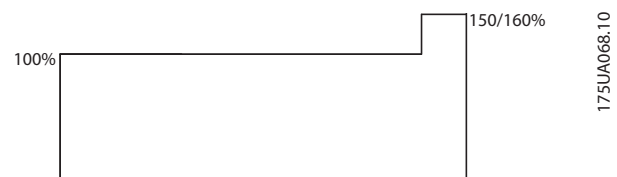

Abbildung 2.2 Vertikale Lasten
- Bremswiderstände für vertikale Lasten (Krane, Hubvorrichtungen, Aufzüge), siehe *Abbildung 2.2*